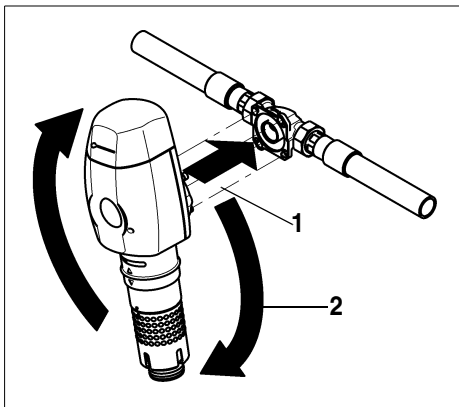

Abb. 4: Montage JSY-EC
- Die Köpfe der vier Flanschschrauben M6x25 in die Bajonettbohrungen am Einbaudrehflansch stecken (siehe Abb. 4).
- Den Rückspül-Schutzfilter im Uhrzeigersinn bis zum Anschlag drehen (siehe Abb. 4).